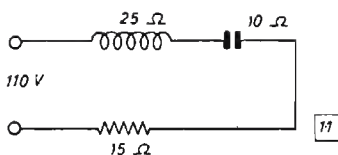

Fig. 11
**Una tensione di 110 V è applicata al circuito di fig. 11. Determinare corrente e fase.**